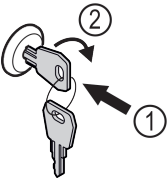

Fig. 128 例图
- ▶ 按入钥匙 Fig. 128 (1)。
- ▶ 将钥匙顺时针转动 90° Fig. 128 (2)。